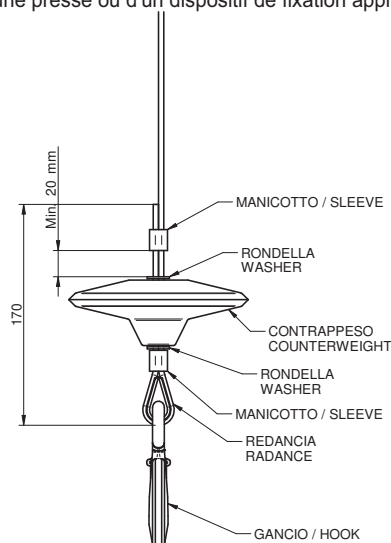

Fig. 4.6
6.1) Fig. 4.6 Avec des manchons de pressage en aluminium, l'un inférieur et l'autre supérieur (comme sur la machine d'origine), si l'on dispose d'une presse ou d'un dispositif de fixation approprié.